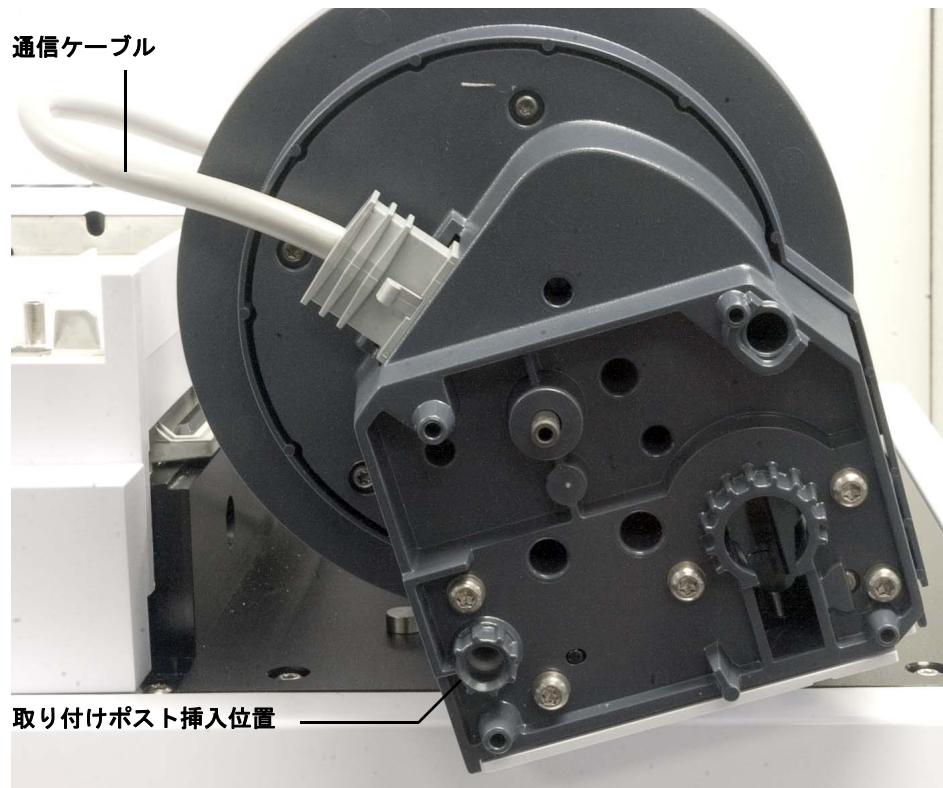

図 19 通信ケーブルと取り付けポスト挿入位置
- 2 通信ケーブルをフロントタワーに差し込みます (図 19)。G4521A 大容量シリンジキャリアをタワーに取り付けた場合、フロントタワーとして使用します。
タワーベースの取り付けポスト挿入位置に注意します (図 19)。